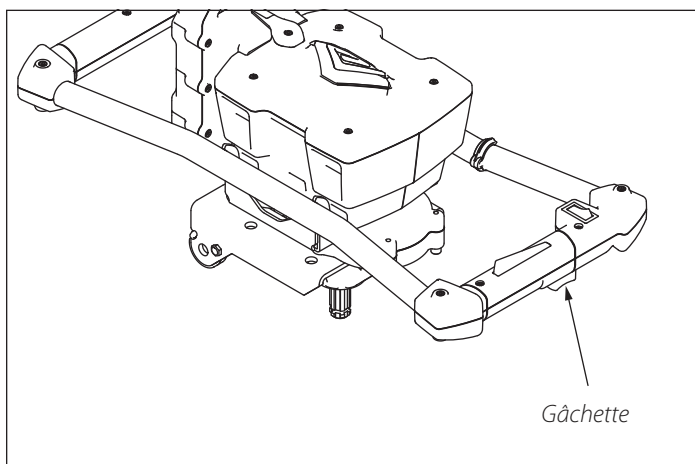

Figure 3
2. Enfoncer le levier de blocage, puis appuyer sur la gâchette. La tarière commence à forer au bout d'un délai de sécurité d'une demi-seconde. **VOIR FIGURE 3**